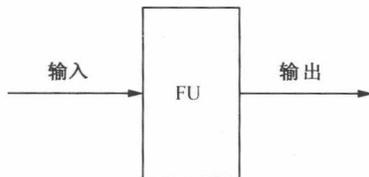

图 1-10 FU 的信息传递图
(3) 从保护角度表示，FU 用于进行短路保护。当电路电流突然增大发生短路时，FU 烧断，使电动机失电。它们就存在信息传递关系：电流输入 FU，FU 输出烧断或不烧断取决于电流的大小，可用图 1-10 表示。